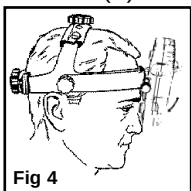

Fig 4
Placez l'ophtalmoscope All Pupil II aussi près des yeux que possible pour obtenir un champ maximal comme illustré à la Fig. 4; utilisez pour ce faire l'ajusteur de charnière (D) comme illustré à la Fig. 5.